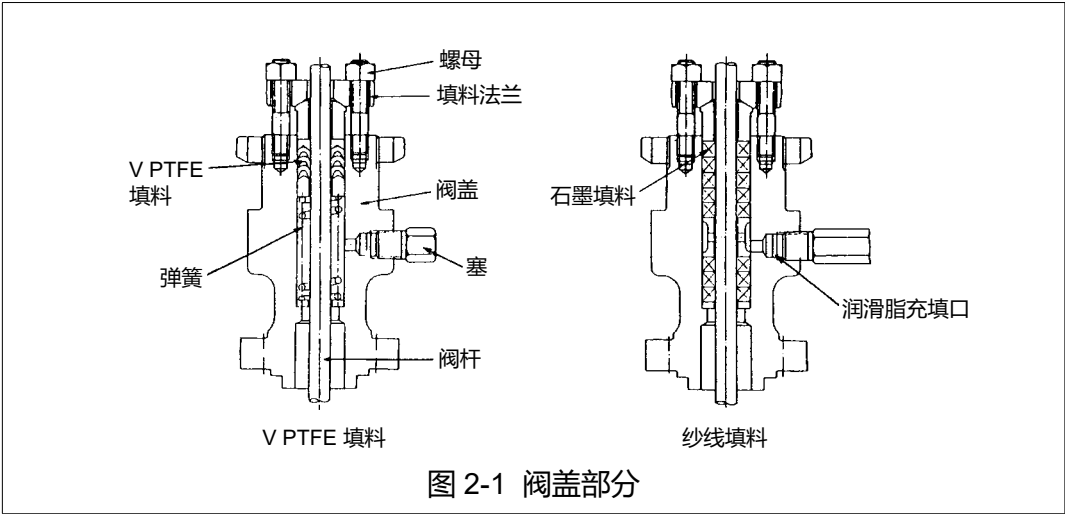

图 2-1 阀盖部分
- (1) 对于一体型笼式阀门, 请在阀体上放上一只螺旋垫圈。对于分体型笼式阀门, 请使用特殊工具利用螺纹将阀座圈牢牢固定到阀体上。(在垫圈上涂抹润滑油 "Neverseize", 禁油型阀门除外。有关 HPC 的紧固扭矩, 请参见表 4-1。)
- (2) 将垫圈 (2) 放入阀体。
- (3) 将套筒放入阀体。
- (4) 将垫圈 (1) 放在套筒上。
- (5) 将阀盖放到阀体上, 然后检查阀盖是否与阀体的凹入部分正确啮合。用力均匀地拧紧螺母, 注意不要拧紧不均 (交替拧紧对称位置上的螺母)。有关紧固扭矩, 请参见表 4-3。
- (6) 如图 2-1 所示插入填料。